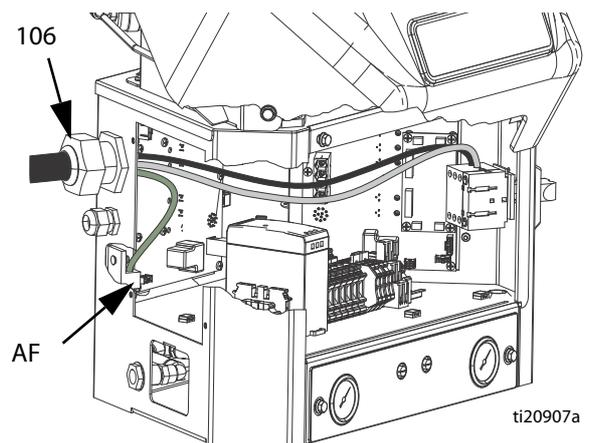

Рис. 13
ПРИМЕЧАНИЕ. Установленная втулка (106) компенсатора натяжения подходит к электрическому шнуру, наружный диаметр которого составляет 13,98–32 мм (0,708–1.260 дюйма). См. Рис. 13. Если наружный диаметр выбранного шнура слишком мал для установленной втулки (106) компенсатора натяжения, установите новую втулку компенсатора натяжения, которая подойдет к шнуру.
5. Вставьте электрический шнур во втулку (106) компенсатора натяжения для электрического блока. См. Рис. 13.
7. Подключите заземляющий провод к заземлению на шасси (AF). См. Рис. 13.